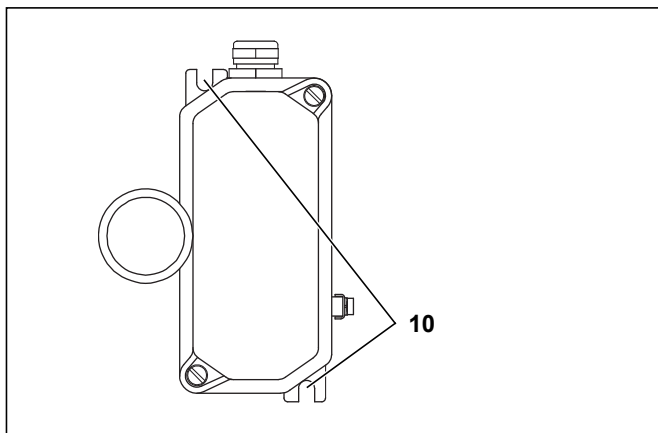
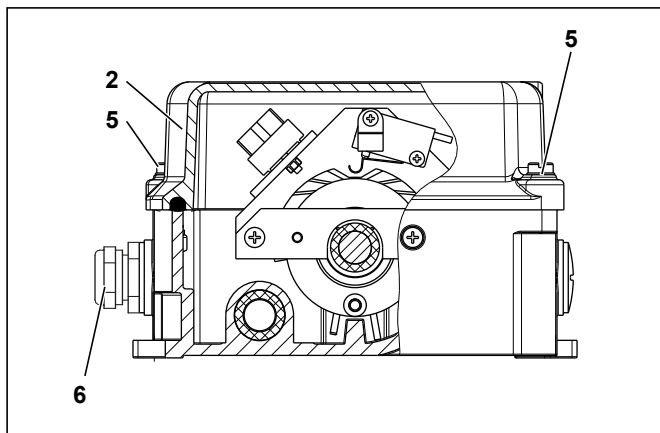

Abb. 5-3: Montage am Förderband
Abb. 5-14: Montage am Förderband
2. Befestigen Sie den Band-Schiefelaufschalter an der Förderbandkonstruktion (siehe Abschnitt 4.4: „Maße“, Seite 15). Befestigen Sie den Band-Schiefelaufschalter mit zwei Schrauben durch die Langlöcher (10) (s. Abb. 5-3).
3. Lösen Sie die Kabelverschraubung (6) (s. Abb. 5-14).
4. Lösen Sie alle elektrischen Anschlüsse und ziehen Sie die Kabel aus der Kabelverschraubung (6).
5. Lösen Sie die beiden Schrauben mit denen der Band-Schieflaufschalter durch die Langlöcher an der Förderbandanlage befestigt ist (siehe Abbildung 5-3, Seite 18) und nehmen Sie den Band-Schieflaufschalter ab.